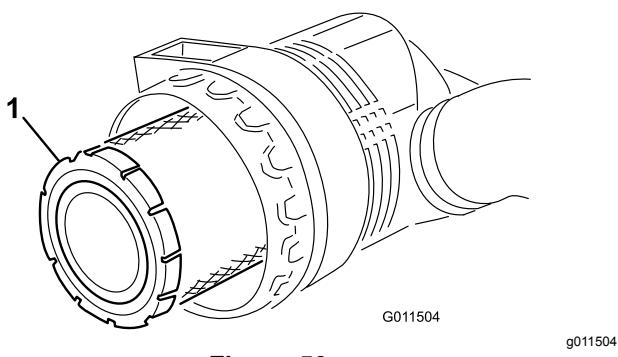

Figure 50
3. Déposez et remplacez le filtre (Figure 50). Il est déconseillé de nettoyer les éléments usagés car cela risque d'endommager le matériau du filtre. Vérifiez que le filtre de rechange n'a pas été endommagé pendant le transport. Vérifiez l'extrémité d'étanchéité du filtre et du boîtier. **N'utilisez pas l'élément s'il est endommagé.** Insérez le filtre neuf en appuyant sur le bord extérieur de l'élément pour l'engager dans la cartouche. **N'appuyez pas sur la partie centrale flexible du filtre.**